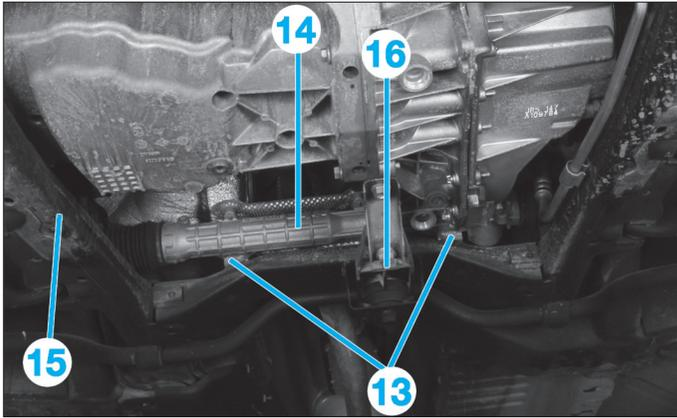

Fig. 16
- Déposer les fixations (13) du boîtier de direction (14) sur le berceau (15) (Fig.16).
- le tirant antibasculement (16),
- le berceau de train avant (15),